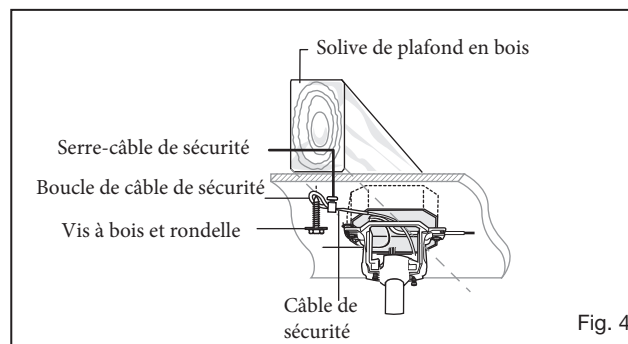

Fig. 4
REMARQUE : La languette opposée à l'ouverture du support de suspension doit s'insérer dans la fente de la boule. (Fig.4)
- 2 Connectez les fils noirs du commutateur dans le berceau A aux fils noirs dans le boîtier de commutation. Fil d'entrée chaud vers l'un des fils du commutateur du socle. Le fil d'alimentation du ventilateur est connecté au fil de l'interrupteur restant. (Fig. 4)